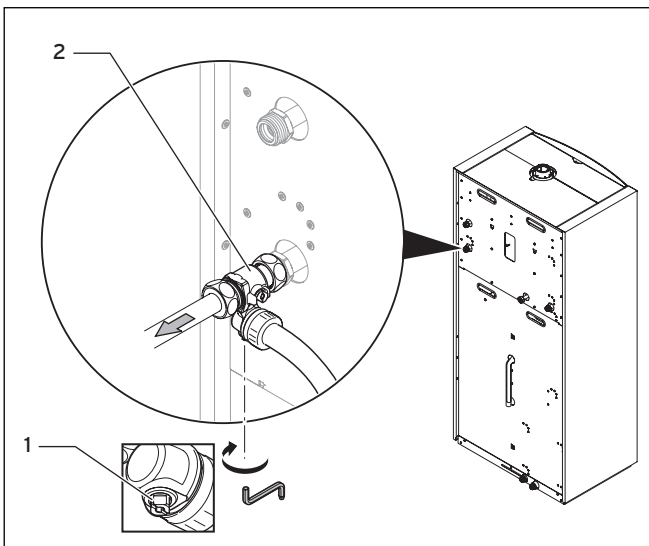

Abb. 7.7 Wartungshahn am Heizungsanlauf öffnen
- Schließen Sie den Wartungshahn am Heizungsanlauf (1 in → **Abb. 7.7**).